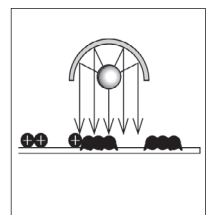

図5
- (5)定着：紙に付いたトナーをヒーターで溶かして紙のせんいにしみこませます(図5)。